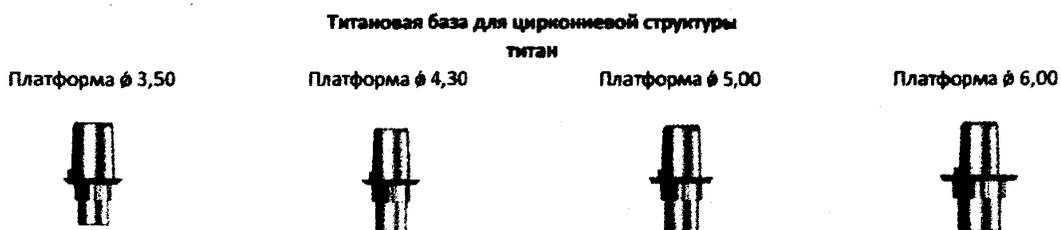

Рисунок 4. Титановые базы
- после изготовления специализированным фрезерным центром или настольной системой фрезерования, абатмент вклеивается в "*титановую базу*" (различного диаметра платформы). Титановая база служит основой для фиксации индивидуального абатмента к имплантату. (см. рис. 4).